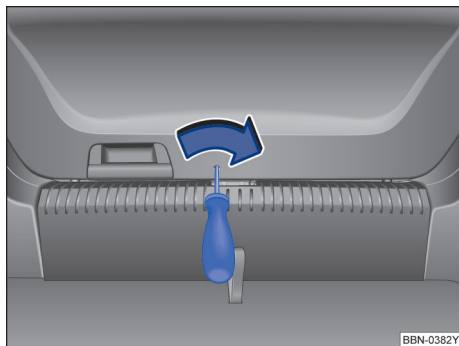

图 64 在行李厢中：行李厢盖的应急解锁机构
- 用长型工具插入行李厢盖中的开口→ 图 64 并沿箭头方向按压解锁拨杆，解锁行李厢盖。